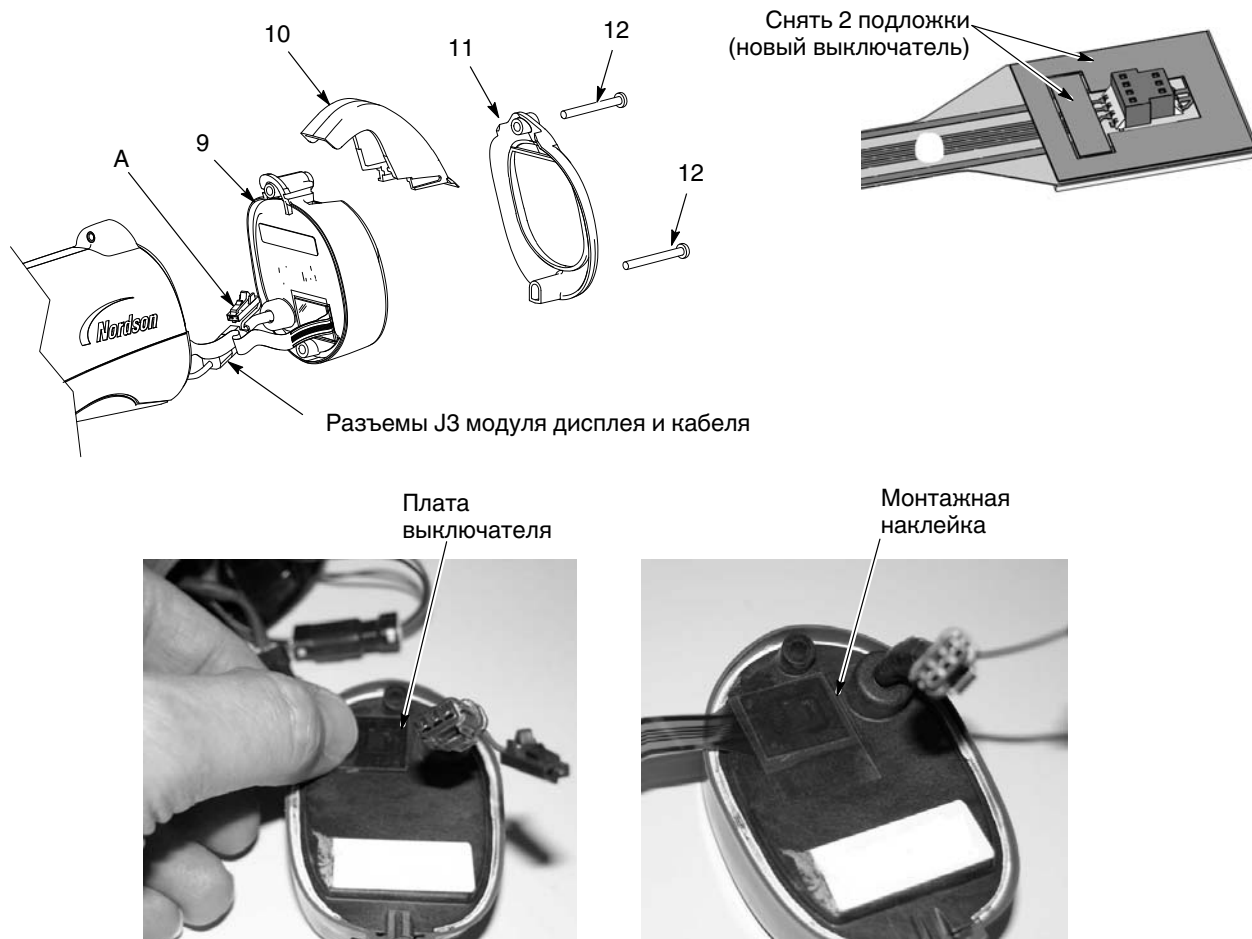

Рис. 6-2 Замена модуля дисплея
1. Тщательно очистить монтажную поверхность платы выключателя спусковой клавиши и прилегающую поверхность модуля дисплея (9) с помощью изопропилового спирта. Перед продолжением работы дать поверхности полностью высохнуть.
2. Если устанавливается новый выключатель спусковой клавиши, снять две подложки со стороны разъема на плате выключателя спусковой клавиши, как показано на рис. 6-2.
5. Соединить разъемы J3 модуля дисплея и кабеля. Для этого варианта распылителя наконечник провода заземления (A) не используется.
7. Надвинуть крючок (10) на модуль дисплея, затем поставить рамку (11).
8. Поставить и затянуть винты (12).
4. См. рис. 6-2. Установить модуль дисплея, как описано под заголовком *Модуль дисплея, установка* на стр. 6-2.
5. Вставить узел электрода (3) в конец выпускной трубки в передней части корпуса распылителя. Соблюдать осторожность, чтобы не погнуть и не сломать проволочный электрод.
6. Установить форсунку (2) на узел электрода, проследив, чтобы выступы узла электрода вошли в пазы на форсунке.
7. Поставить гайку (1) на форсунку и затянуть, поворачивая по часовой стрелке.